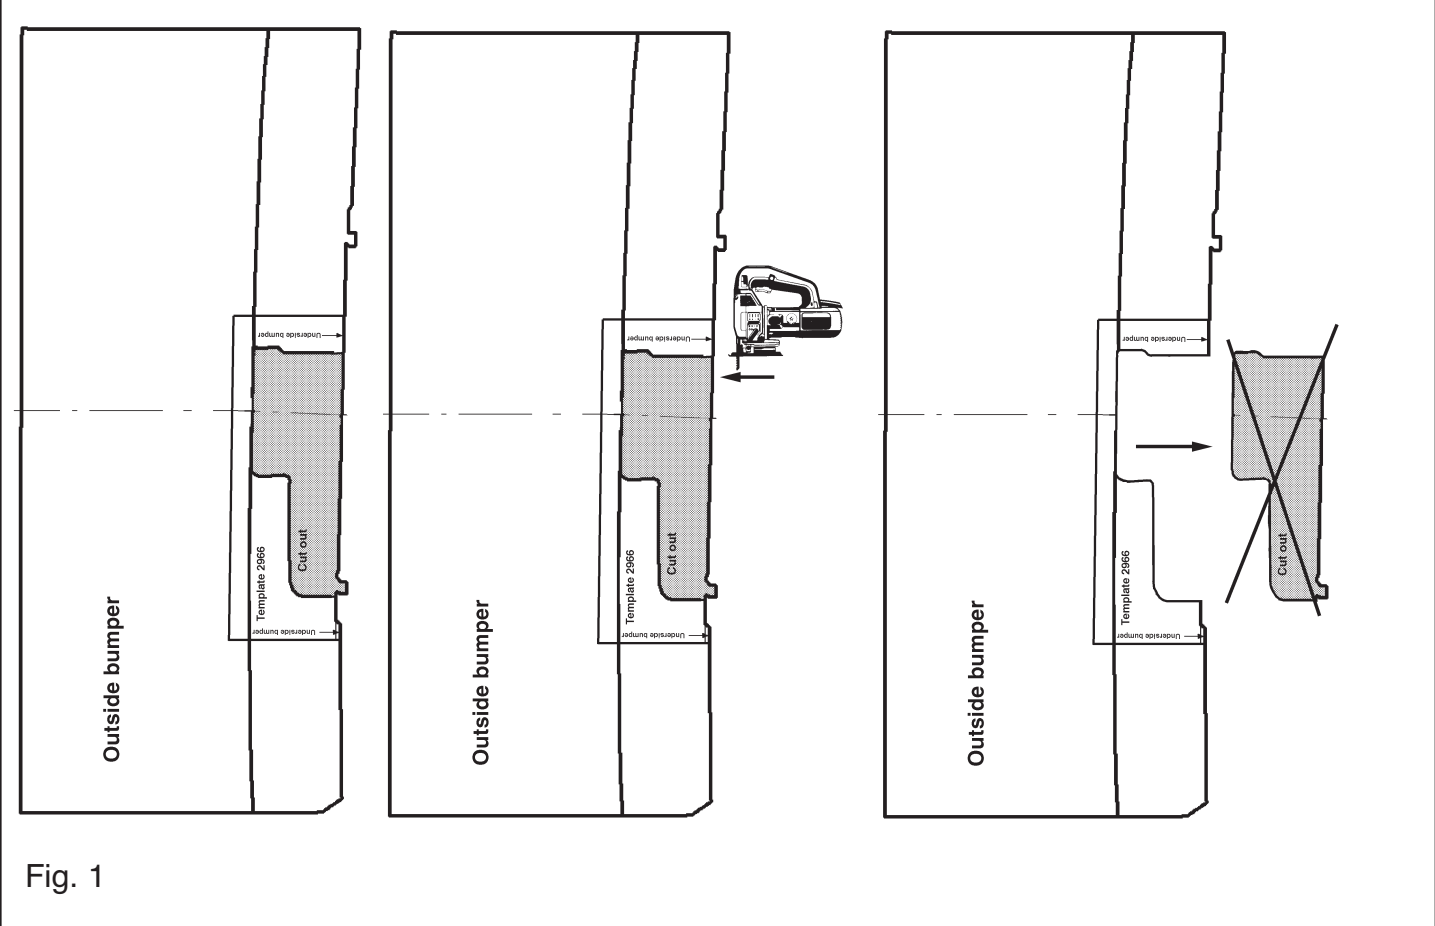
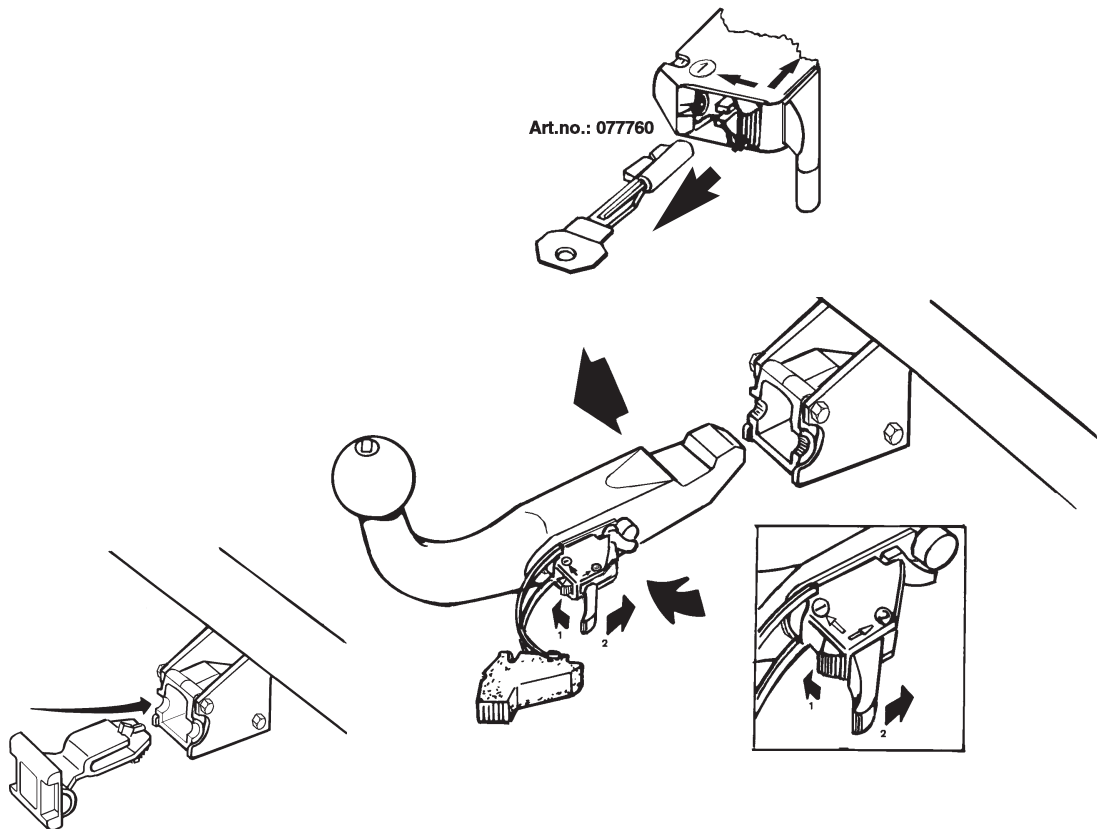

Fig. 1
Fig. 2
1. Dégager le plancher du coffre. Retirer le cric du coffre (à gauche), l'écran arrière en plastique et les compartiments de rangement en plastique (à gauche et à droite). Démontez le pare-chocs du véhicule. Retirez la garniture du pare-chocs. Retirez les amortisseurs situés dans la garniture. Une fois retirés, ces amortisseurs ne seront plus remis en place. Scier un morceau du pare-chocs conformément à la fig. 1.
3. Placer le tout dans le véhicule et fixer l'attache-remorque à l'aide de six boulons M10x40, rondelles grower et rondelles de blocage incluses. Positionner le logement de la rotule amovible entre les plaques de fixation et le fixer à l'aide de deux boulons M10x80 (10.9), y compris la prise électrique, les rondelles de blocage et les écrous autofreinés (10). Serrer tous les boulons et écrous conformément au tableau. Remettre en place les éléments ôtés du coffre au point 1.
**Pour le montage et le démontage de la rotule amovible, consulter les figures 2 et 3.**
1. Frigör golvplåten i bagageutrymmet. Avlägsna ur bagageutrymmet domkraften (vänster), bakpanelen av plast och förvaringsfacken av plast (höger och vänster). Demontera kofångaren från fordonet. Avlägsna innanmätet ur kofångaren. Avlägsna stötdämparna från innanmätet, dessa förfaller. Såga ut en del ur kofångaren enligt fig.1.
3. Placera det hela mot bilen och montera dragkroken med sex skruvar M10x40 inklusive plan- och fjäderbrickor. Placera den löstagbara kulan hus mellan monteringsplattorna och montera det med två skruvar M10x80 (10.9), inklusive kontaktpattan, planbrickor och självlåsande muttrar (10). Momentdrag alla skruvar och muttrar enligt tabellen. Sätt tillbaka det som avlägsnades ur bagageutrymmet under punkt 1.
1. Ryd gulvet i bagagerummet. Fjern følgende fra bagagerummet: donkræften (til venstre), bagskærmen af kunststof og kunststoflommerne (til højre og venstre). Fjern kofangeren fra køretøjet. Fjern den indre del af kofangeren (inderværket). Fjern støddæmperne fra inderværket. Disse støddæmpere skal ikke genanbringes. Sav et stykke ud af kofangeren, se fig. 1.
**Den aftagelige kugle monteres og fjernes i henhold til fig. 2 og 3.**
1. Despejar el suelo del maletero. Retirar del maletero el gato (a la izquierda), la pantalla posterior sintética y los compartimientos almacén sintéticos (a la izquierda y derecha). Desmontar el parachoques del vehículo. Retirar el armazón interior del parachoques. Retirar los amortiguadores del armazón interior. Los amortiguadores retirados no se vuelven a poner. Serrar una parte del parachoques de acuerdo con la fig. 1.
3. Colocar el conjunto en el vehículo y fijar el gancho de remolque con seis tornillos M10x40 inclusive arandelas planas y grover. Colocar el cuerpo de la bola extraíble entre las placas de sujeción y fijarlo con dos tornillos M10x80 (10.9) inclusive placa enchufe, arandelas planas y tuercas de seguridad (10). Apretar todos los tornillos y tuercas según los puntos indicados en la tabla. Volver a poner lo retirado del maletero bajo punto 1.